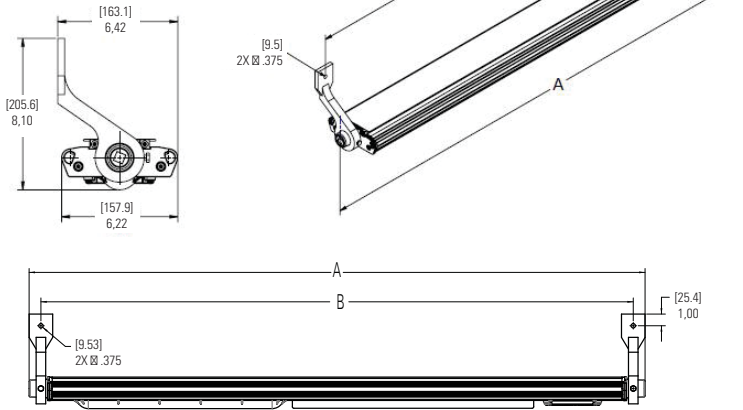

Imagen 1. Instalación del montaje lateral DP1052MTK
2. Marque y taladre para sujetar los soportes finales. Use dos (2) pernos de 1/4" (no incluidos) en las medidas de centro a centro (ver Imagen 1).
3. El dispositivo ahora está listo para su montaje. Se recomienda encarecidamente que use a dos (2) personas especializadas calificadas para proceder con el montaje final del dispositivo. Se recomienda esto para evitar cualquier lesión personal o daño al dispositivo.